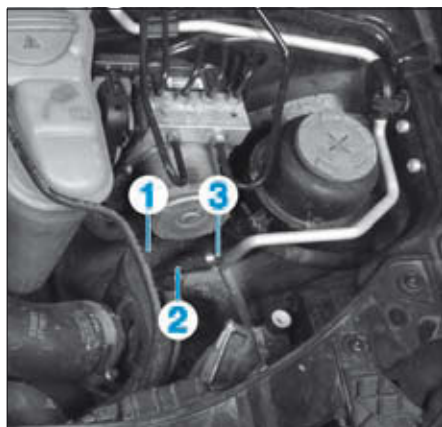
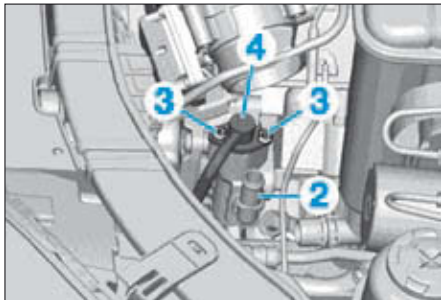

FIG. 12
FIG. 15
- Visser la rotule dans la biellette de direction et respecter la cote (A) préalablement mesurée puis effectuer un préréglage du contre-écrou (1).
- Serrer le contre-écrou (1) au couple prescrit.
- Pincer la durit d'aspiration (1) et le retour (2) à l'aide de pince-durits (Fig.12).
*La pince-durit ne doit pas être fixée dans la zone (3) du clapet antiretour sur la durit de retour (2) car il risque d'être endommagé.*
*Les pince-durits ne doivent pas être fixés dans la zone du clapet antiretour sur la durit de retour (2) car le clapet antiretour risque d'être endommagé.*
- Retirer la durit d'alimentation en huile du raccord (2) sur la pompe (Fig.15).
- Dévisser les vis (3) et retirer la canalisation haute pression (4) de la pompe à palettes.